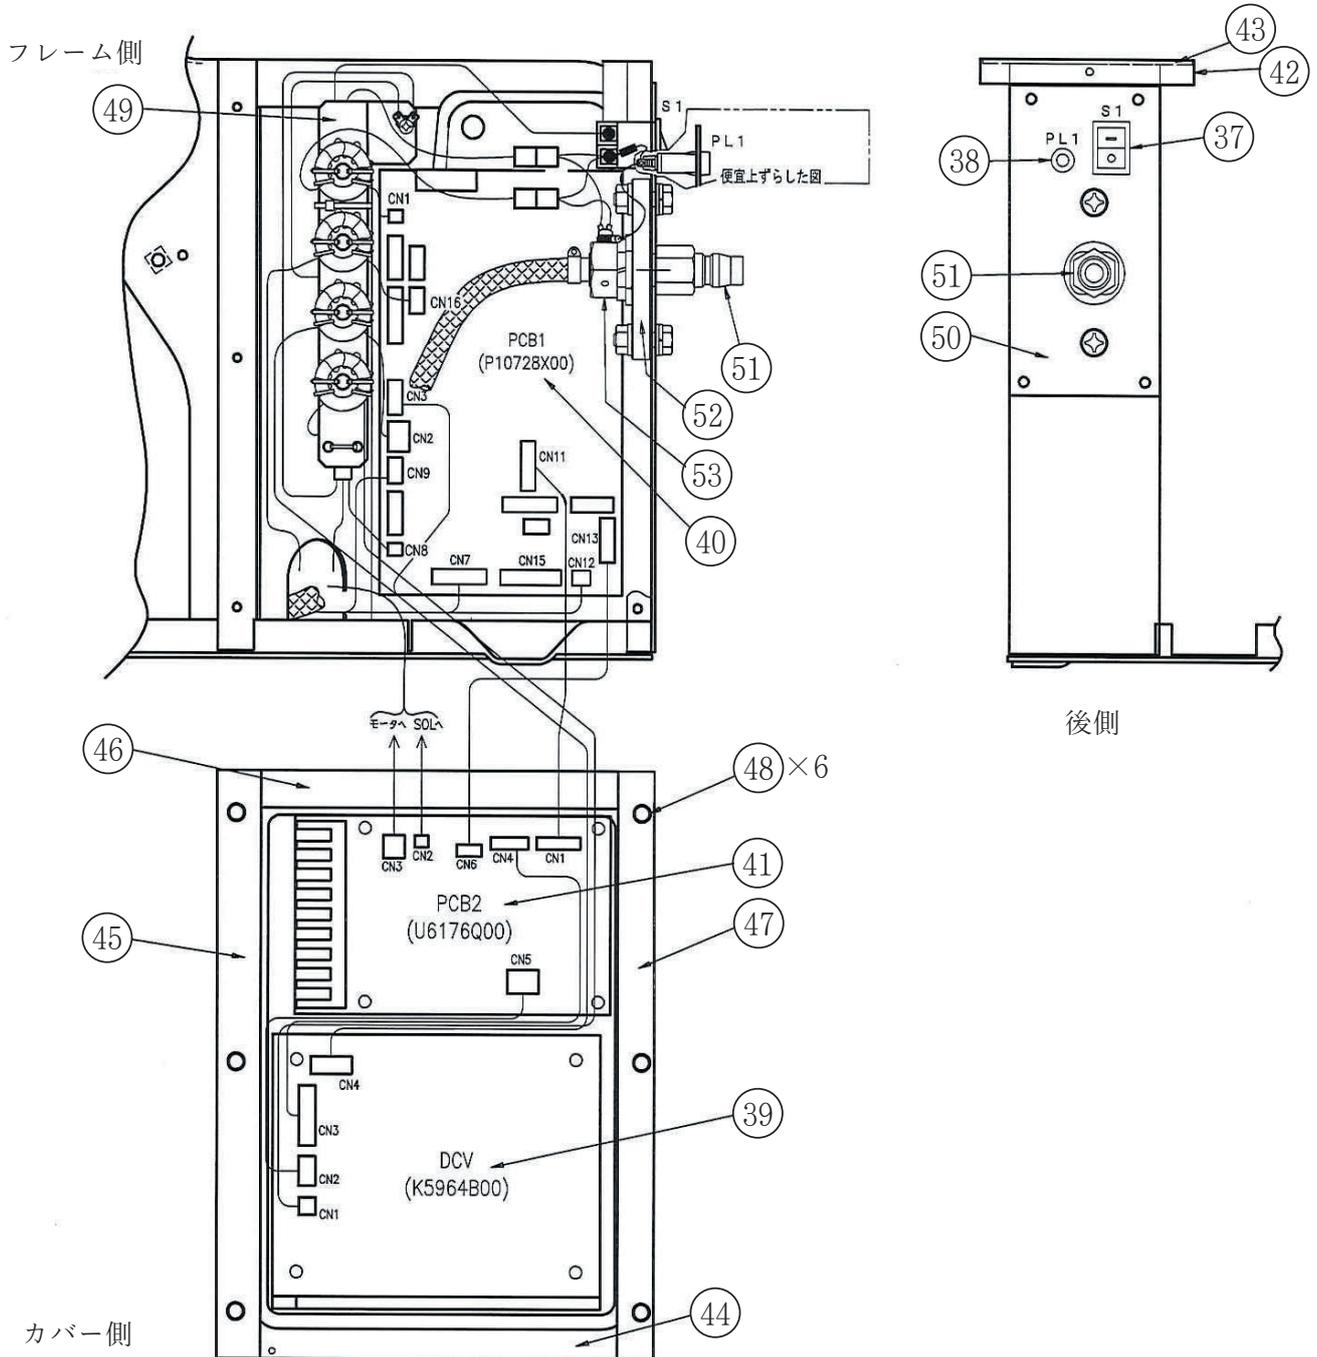

図 2. 制御箱部品配置図
⑨ パーツリスト (つづき)
9.2 制御箱取付部品 (図2参照)